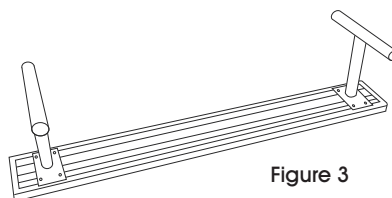

Figure 3
3. Poussez les deux embouts ronds en plastique dans chaque cadre de patte à l'aide d'un maillet en caoutchouc. Retournez le banc sur ses pattes. Assurez-vous que les pattes sont parfaitement alignées aux bords et que le banc est de niveau. Serrez les boulons à l'aide d'une clé à douilles. (Voir Figure 3)